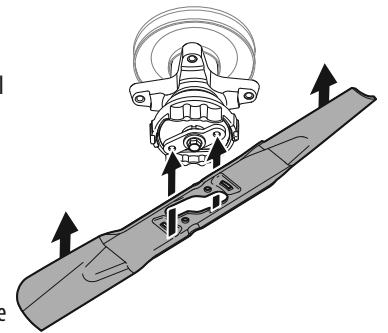

Figure 49
- Placez la lame sous la fusée et alignez l'ouverture au centre de la lame dans le support de retenue. Voir Figure 49.